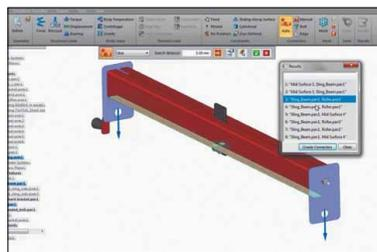

Рис. 7
*Solid Edge Simulation* предлагает отличные инструменты для задания контактов – болтовых, встык или с ручным определением. Тем не менее, самую большую экономию времени дает использование команды автоматического определения контактов (рис. 7).